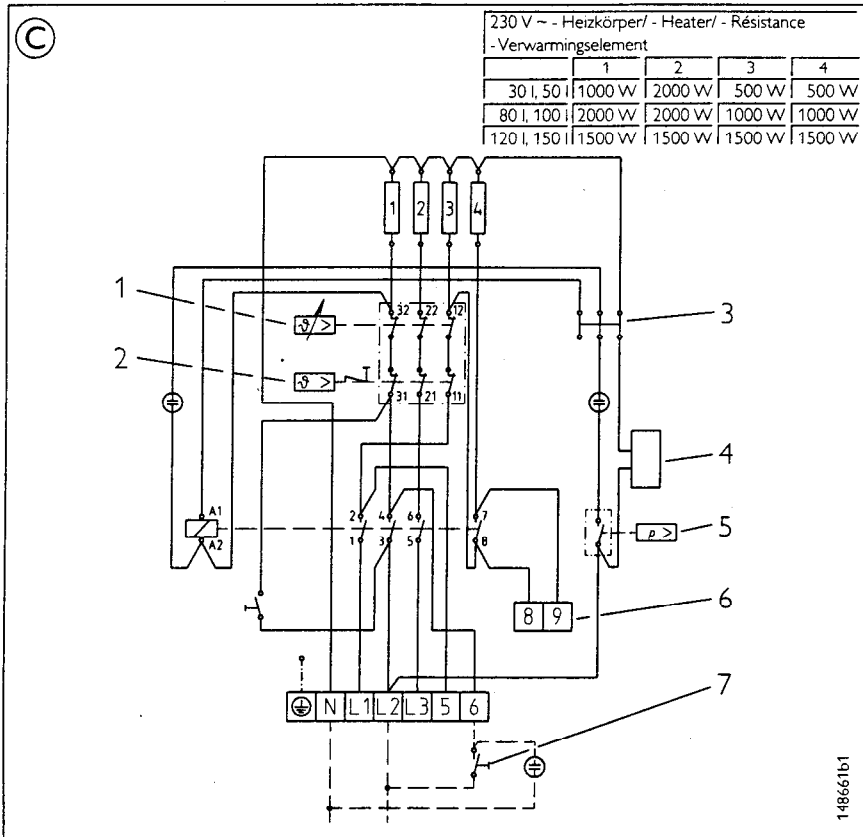

Abb. 16/ Fig. 16/ Afb. 16
© Schaltung, Abb. 16
- © Circuit diagram, Fig. 16
- © Schéma, fig. 16
- © Schakeling, afb. 16